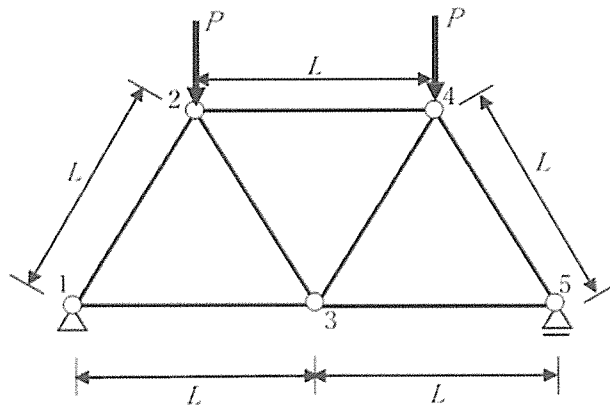

図 1
- (1) 図1のように、格点2と格点4に集中荷重 P が鉛直下向きに作用したとき、格点2と格点3を結ぶ部材の軸力 N_{2-3} を求めよ。
- (2) 図1のように、格点2と格点4に集中荷重 P が鉛直下向きに作用したとき、格点3の鉛直方向変位 v_3 を求めよ。